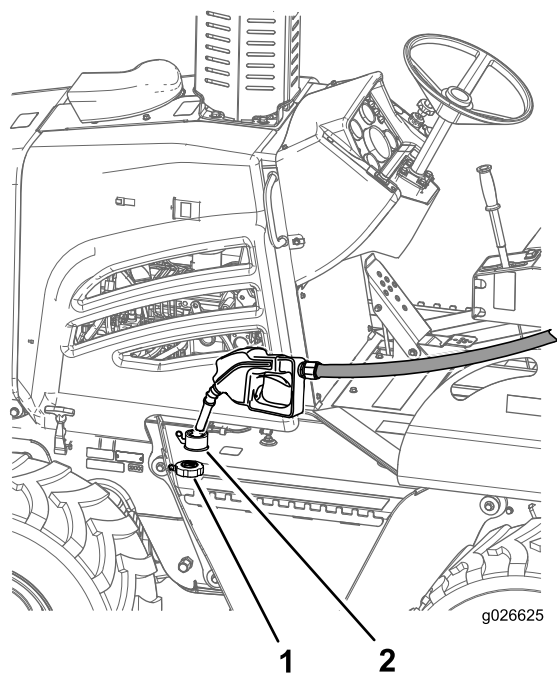

Рисунок 18
1. Очистите поверхность вокруг крышки топливного бака (Рисунок 18) и снимите крышку с бака.